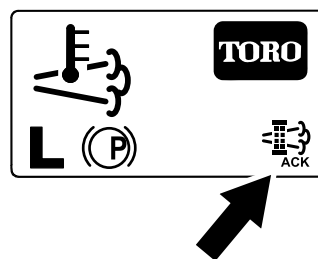

Figura 64
- El InfoCenter muestra la página de inicio y el icono de reconocimiento de regeneración (Figura 64) aparece en la esquina inferior derecha de la pantalla mientras se procesa la regeneración.